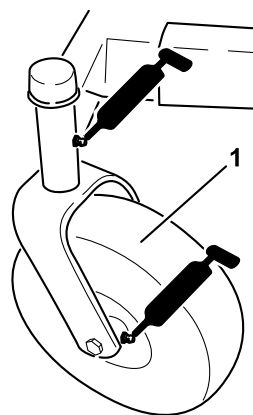
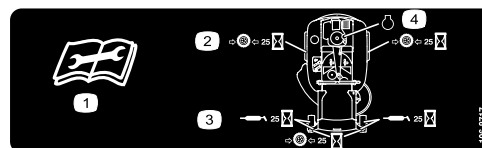

Bild 21
Bild 22
3. Reinigen Sie die Schmiernippel (Bild 21 und Bild 22) mit einem Lappen. Kratzen Sie bei Bedarf Farbe vorne von den Nippeln ab.
4. Setzen Sie die Fettpresse nacheinander an allen Nippeln an (Bild 21 und Bild 22). Fetten Sie die Nippel, bis das Fett beginnt, aus den Lagern auszutreten.